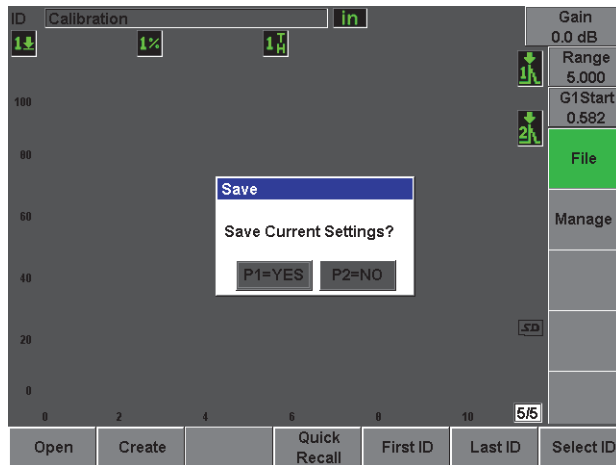

图 2-22 保存对话框
- 按 **Save**（保存）（参见第 51 页的图 2-22）。